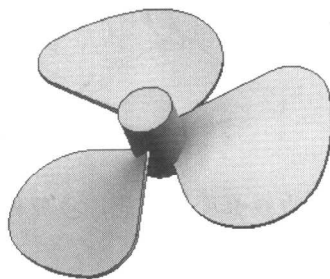

图1-19
11. 使用【变换】功能，绕 z_c 轴旋转 120° 复制两个特征，结果如图 1-19 所示。